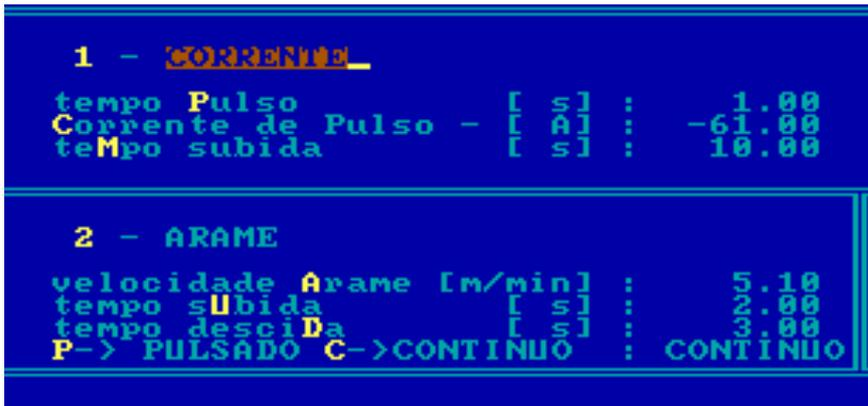

Fig. 4) Acesso a opção CORRENTE.
- para selecionar uma das opções deve-se pressionar a tecla correspondente a opção desejada. Com isso a cor de fundo da opção selecionada mudará confirmando sua seleção. Por exemplo, pressionando-se a tecla **1**, seleciona-se os parâmetros da corrente, conforme é apresentado na fig. 4.